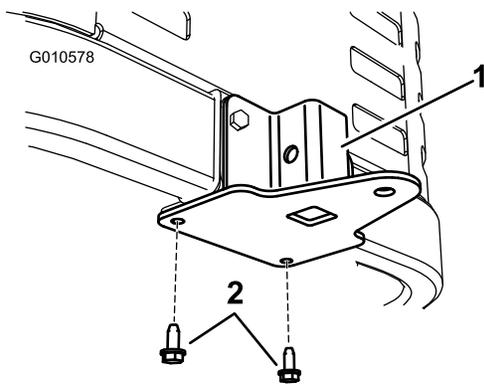

Figure 12
2. Fixez le support au bas du cadre de la machine, par dessous, avec deux vis autotaraudeuses (5/16 x 3/4 po), comme montré à la Figure 12.